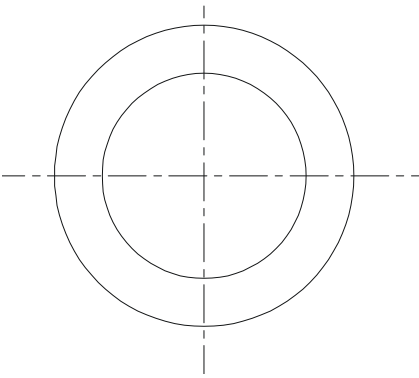

图 4-3-1
STEP 01 新建两个图层：中心线和实线图层，把中心线设置为当前层。用直线工具绘制坐标基准线。然后用圆工具把支架的中心孔绘制出来，如图 4-3-1 所示，具体操作如下：